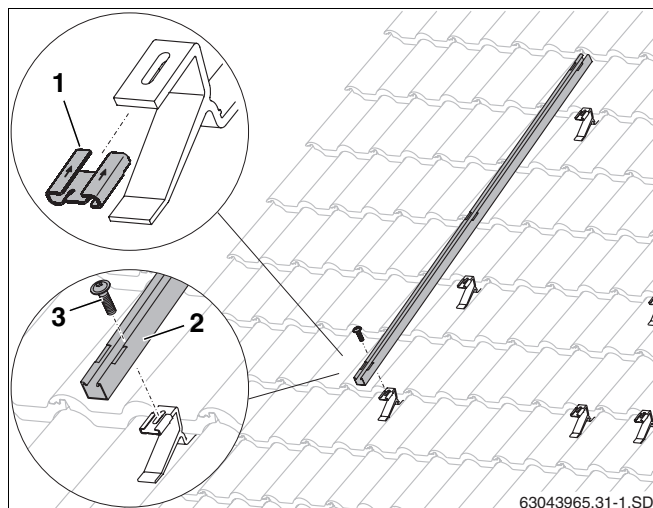

Fig. 29 Fissaggio del profilo di rinforzo per carichi nevosi
- Spingere il dado scorrevole (fig. 29, pos. 1) sui ganci da tetto nella direzione indicata dalla freccia.
- Posizionare il profilo di rinforzo per carichi nevosi (fig. 29, pos. 2) sui ganci da tetto e avvitare con vite M8 (fig. 29, pos. 3).